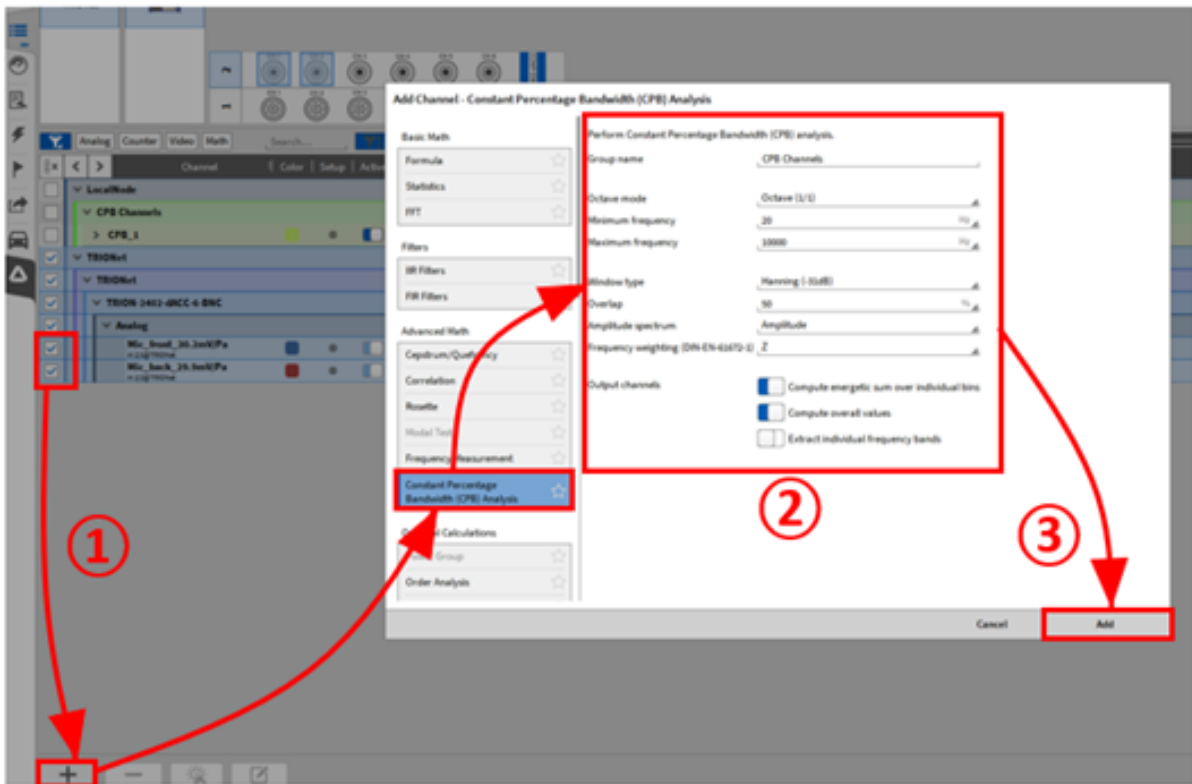

Abb. 7.123: Erstellung einer CPB Analyse
Die folgenden Optionen können bei einer CPB-Berechnung gewählt werden (siehe ② in Abb. 7.123):